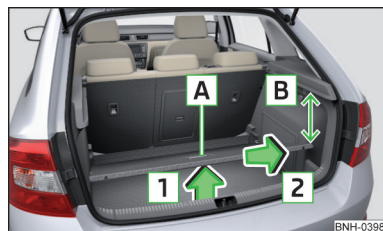

Fig. 117
- Levantar el suelo de carga variable en el mango **A** en sentido de la flecha **1** de forma que su parte trasera se encuentre unos 15 cm **B** por debajo del borde de la cubierta » **fig. 117.**
- Agarrar el suelo de carga variable por el agarradero **A** » **fig. 117.**
Al extraer/introducir el suelo de carga variable se debe respetar la distancia de 15 cm **B** » **fig. 117** por debajo del borde de la cubierta - De lo contrario existe peligro de dañar la junta de la tapa del maletero.